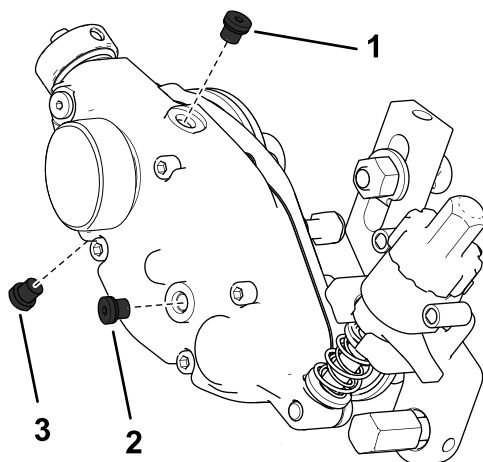

图 33
2. 取出壳体底部的排油塞图 33。
3. 取出壳体一侧的加油塞并松开顶部的排气塞以使空气通过图 33。